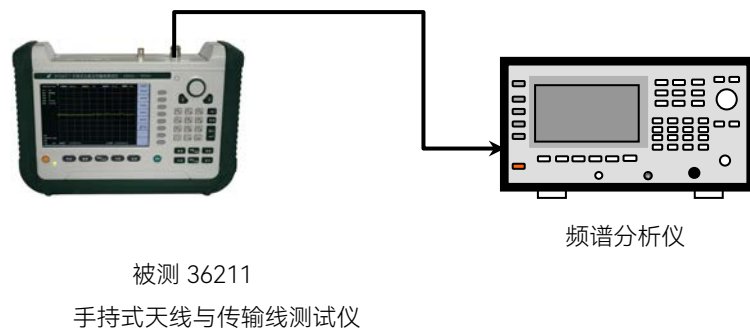

图 11.1 频率测试准确度测试
测试框图见图 11.1:
- b) 按图 11.1 连接测试设备, 被测手持式天线与传输线测试仪输出端口接到频谱分析仪的输入; 打开频谱分析仪的频率计数功能;
测试所需的仪器见表 11.1, 测试框图见图 11.1。
- b) 按图 11.1 连接测试设备, 被测测试仪的频率输出接到频谱分析仪的输入, 打开频谱分析仪;